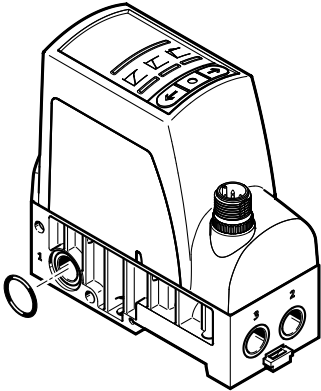

Fig. 2 Вставка уплотнительного кольца
- Извлеките запорный винт и уплотнительный материал из канала (1).
- Вставьте уплотнительное кольцо в канал (1) между 2 регуляторами → Fig.2.